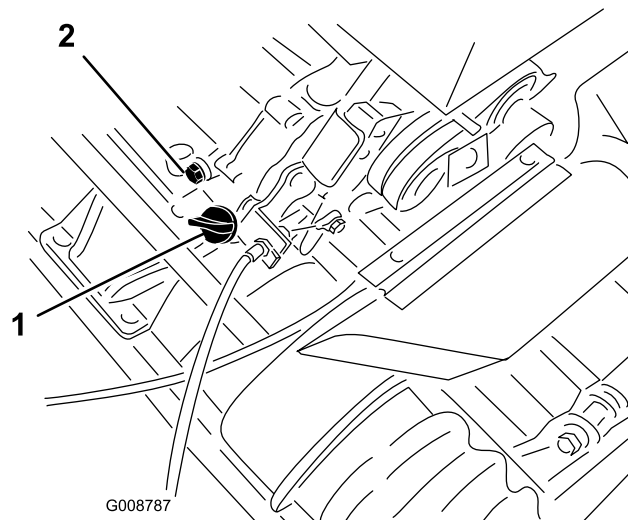

図 22
1. エンジンが水平になるように駐車し、オイルゲージの周囲をきれいに拭く 図 22。
2. 機体下にあるドレンプラグ図 22の下に廃油受けを置く。